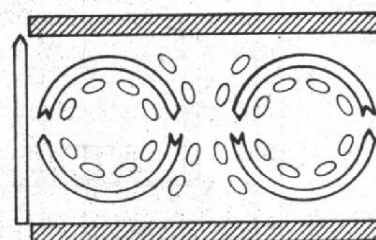

Fig. 7. – Mouvement tourbillonnaire.
- Pour $V > 5$ V (environ 7 volts), l'effet principal réside dans l'apparition au sein du matériau d'un mouvement tourbillonnaire cellulaire et il se met à diffuser de la lumière dans tous les sens (voir fig. 7).